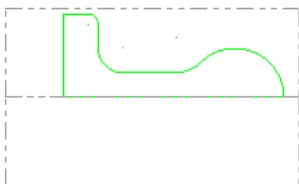

图 8.2 预览工件形状和位置
Step3. 设置工件的尺寸。在“机床组件管理-素材”对话框的 **外径** 文本框中输入值 360.0，在 **长度** 文本框中输入值 600.0，在 **轴向位置** 区域的 **Z** 文本框中输入值 480.0，其他参数采用系统默认设置值。单击 **预览车床边界** 按钮查看工件，如图 8.2 所示。按 Enter 键，然后在“机床组件管理-素材”对话框中单击 **✓** 按钮，系统返回至“机器群组属性”对话框。